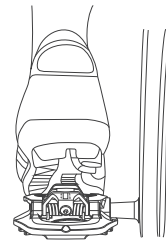

Figura 5. Probar el anclaje moviendo el pie del pedal
- Comprueba el anclaje intentando mover la zapatilla del pedal (figura 5). Si la zapatilla no queda bien enganchada al pedal, empieza de nuevo.